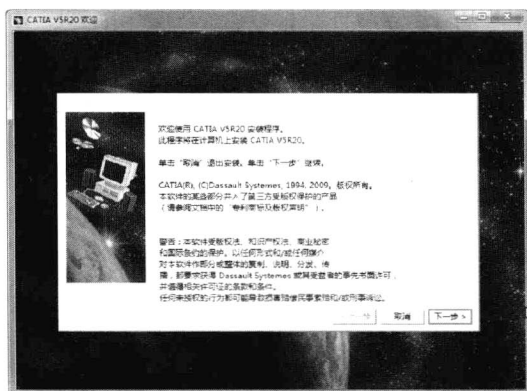

图 1-2
1. 将 CATIA 安装程序光盘放置在光驱中，系统会自动弹出“CATIA V5R20 欢迎”对话框，如图 1-2 所示。